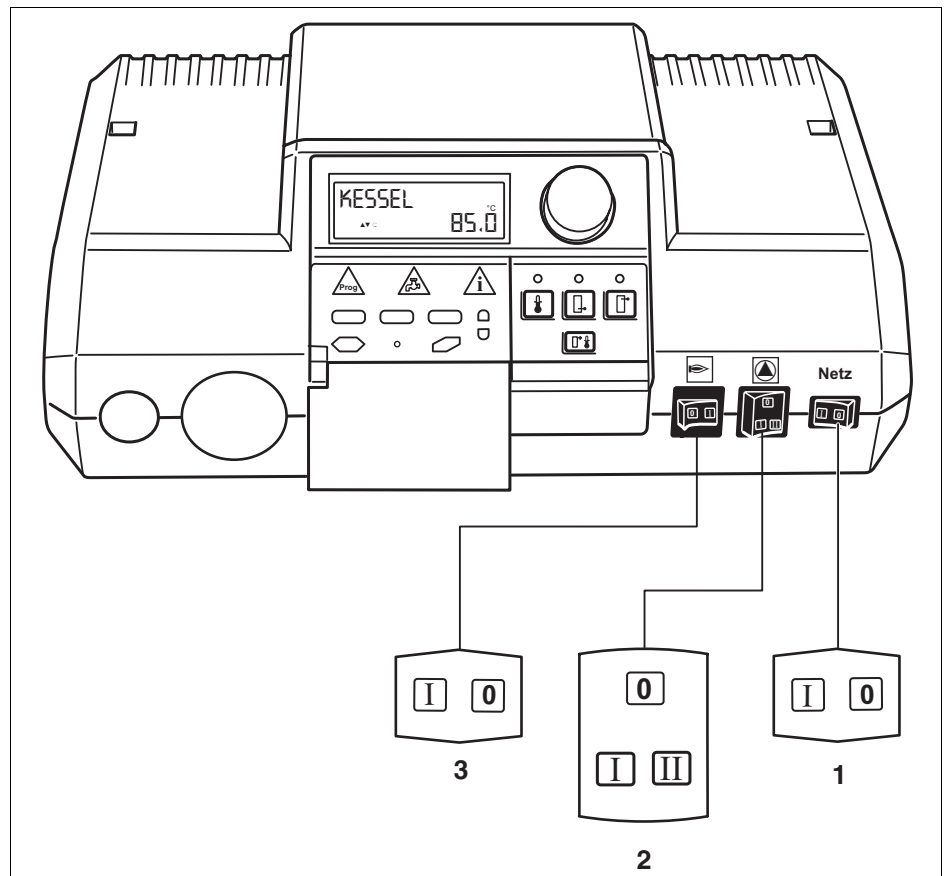

Bild 3 Benötigte Tasten für die Inbetriebnahme
- Stellen Sie den Betriebsschalter auf „**I**“ (EIN) (Bild 3, **Pos. 1**).
- Stellen Sie den Schalter für die Umwälzpumpe auf „**II**“ Automatik-Betrieb (Bild 3, **Pos. 2**).
- Betriebs-Fortführungsschalter Öl/Gas auf „**I**“ (EIN) stellen (Bild 3, **Pos. 3**).
Stellung „0“ am Betriebsschalter (Bild 3, **Pos. 1**) wählen.